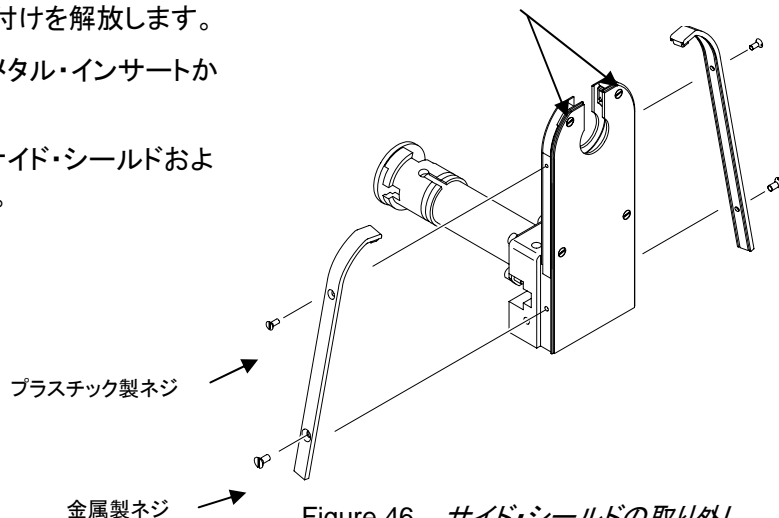

Figure 46 サイド・シールドの取り外し
3. サイド・シールドの底部を持ち上げて、メタル・インサートから外します。**Fig.46**をご参照ください。